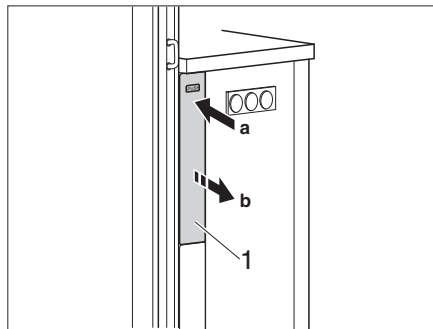

Bild 119 Lossa breddning
- Tryck på skyddet (Bild 119,1) på breddningen. Breddningen lossas.
- Skjut breddningen (Bild 119,1) in i köksbänken tills den hakar fast.